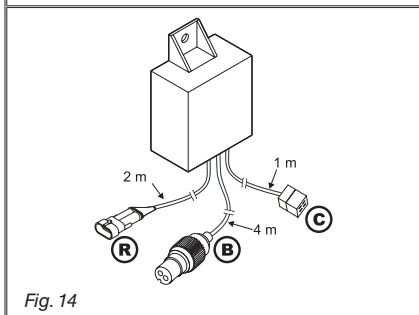

Fig. 14
- Udfør tilslutningen af kabelføringerne som vist i Fig. 14: